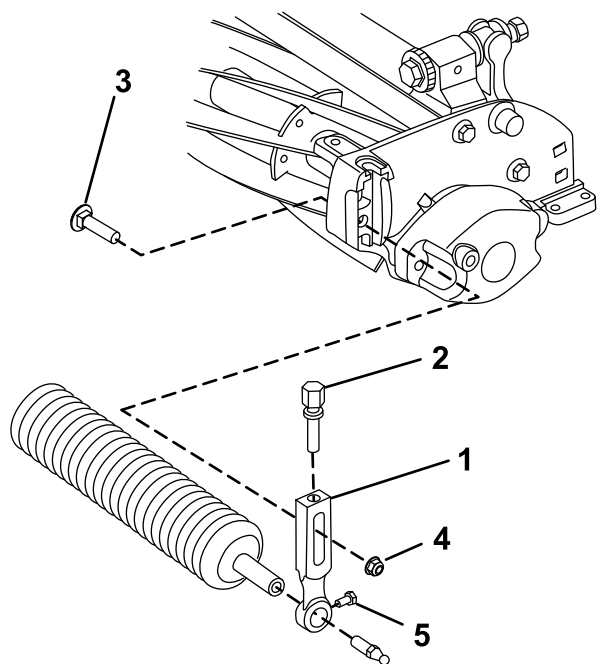

Figura 3
1. Îndepărtați șurubul plugului, șaiba și contrapiulița cu guler care fixează unul dintre brațele pentru înălțimea de tăiere pe placa laterală a unității de tăiere (Figura 3).
2. Slăbiți șuruburile pentru montarea rolei din brațele pentru înălțimea de tăiere (Figura 3).
3. Glisați arborele rolei pe brațul pentru înălțimea de tăiere de pe capătul opus al unității de tăiere (Figura 3).
4. Glisați brațul pentru înălțimea de tăiere pe arborele rolei (Figura 3).
5. Fixați fără a strânge rola pe unitatea de tăiere cu brațul pentru înălțimea de tăiere și dispozitivele de fixare îndepărtate anterior (Figura 3).
7. Strângeți șuruburile pentru montarea rolei (Figura 3).